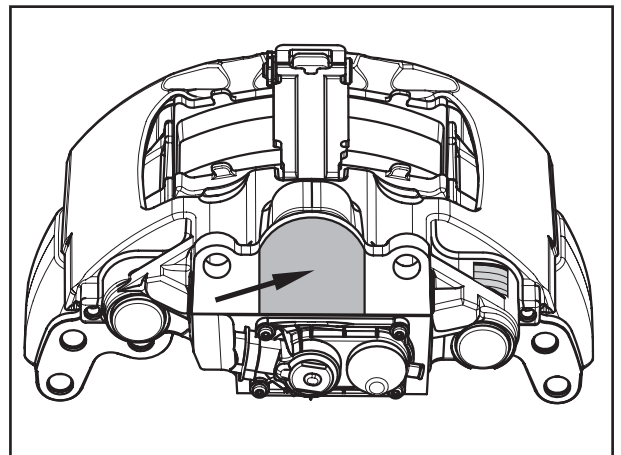

Fig. 5
- [7] Kunststoffkappe bzw. Klebeband im Bereich der Zylinderanflanschkfläche am Austausch-Bremssattel, vor der Zylindermontage abnehmen (siehe Fig. 5/Pfeil).
- [7] Remove the plastic cap or adhesive tape in the area of the cylinder flange-mounting surface on the exchange brake caliper before installing the cylinder (see Fig. 5/arrow).
- [7] Retirer la calotte en plastique et/ou le ruban adhésif au niveau de la surface de la bride du cylindre sur l'étrier de frein de remplacement, avant le montage du cylindre (voir fig. 5/flèche).